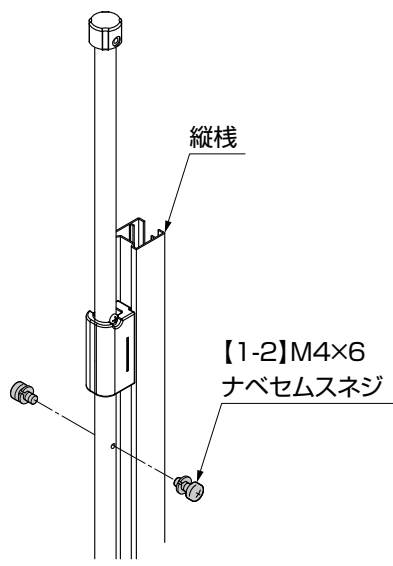

図6-4
② 落し棒を落し棒ホルダーに挿入した後、【1-2】を落し棒の両サイドからネジ止めしてください。(図6-4参照)